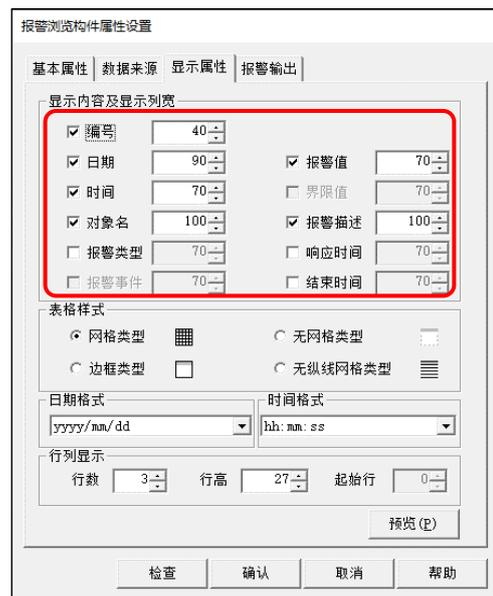

图 4.3-2 报警浏览构件
- ② 双击进入“窗口 0”组态画面，如图 4.3-2 所示，在工具箱中选择“报警浏览”构件，并绘制。